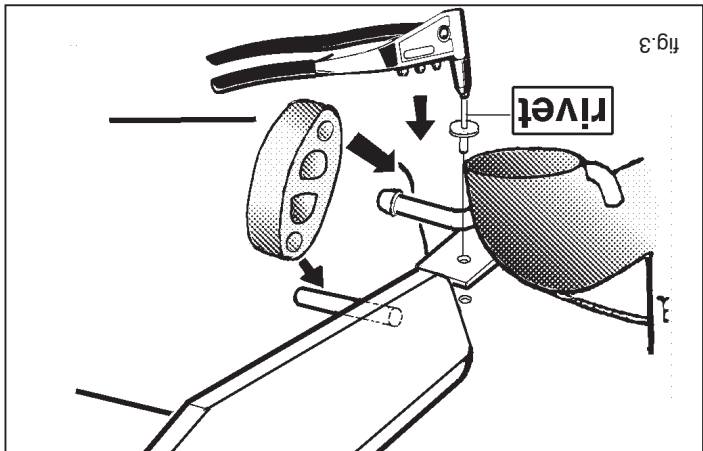

fig.3
2. Plaats de template in het midden aan de onderzijde van de bumper en zaag het aangegeven deel uit. Demonteer links de laatste uitlaatop-hangbeugel door twee bouten los te nemen en een popnagel  $\varnothing$  6 mm. uitlaatrubber van de losgenomen ophangbeugel en schuif deze over de stift welke aan de trekhaak is gelast. Demonteer rechts de beugel t.b.v. het sleepoog. Deze beugel en bijbehorende bouten worden niet her-plaast. Zet het hitteschild d.m.v. de bijgeleverde popnagel overeen-komstig fig. 3 vast. Boor hiertoe het bestaande gat in het hitteschild  $\varnothing$  5,5 mm. via de onderzijde van het chassis.
3. Plaats de trekhaak onder het voertuig en bevestig deze t.p.v. de punten A d.m.v. drie bouten M12x40 inclusief veerringen en t.p.v. de punten B d.m.v. drie bouten M12x40 inclusief sluit- en veerringen. Hang de uitlaat in het uitlaatrubber welke is bevestigd aan de trekhaak. Herplaats de bumper. Denk om de connector. Zet de bumper vast m.b.v. de meege-leverde popnagels en de losgenomen bouten. Het kogelhuis wordt d.m.v. twee bouten M10x90 (10.9) inclusief sluitringen en zelfborgende moeren M10 (10) aan de trekhaak gemonteerd. Draai alle bouten en
2. Position the template in the middle of the underside of the bumper, and saw out the indicated portion. Detach the last exhaust pipe suspension clamp on the left, by loosening two bolts and drilling a pop rivet of  $\varnothing$  6 mm. The removed clamp will no longer be needed. Take the exhaust rubber off the removed suspension clamp and slide it over the pin which is welded to the towbar. Remove the clamp to the right at the point of the towing eye. This clamp and its bolts will no longer be needed. Tighten the heat shield as shown in fig. 3 using the included pop rivet. Drill out the existing hole in the heat shield to a diameter of 5.5 mm from the underside of the chassis.
3. Position the towbar under the vehicle and attach it at points A using three M12x40 bolts including flat washers and spring washers. Suspend the exhaust pipe in the exhaust rubber that is attached to the tow bar. Reattach the bumper. Don't forget the connector. Tighten the bumper using the pop rivets included and the bolts removed. The ball housing is fitted to the towbar with two M10x90 (10.9) bolts with plain washers and M10 (10) self-locking nuts. Tighten all nuts and bolts to the torque indicated in the table. Replace those parts removed in step 1.
- Positionner le modèle au centre et sur le dessous du pare-chocs et scier la partie indiquée. Démonter à gauche le dernier étrier de suspension de l'échappement en dévissant deux boulons et en extrayant un faux rivet en perçant ø 6mm. L'étrier de suspension venant d'être enlevé n'est plus utilisé. Prendre le caoutchouc d'échappement de l'étrier de suspension qui a été enlevé et le glisser sur la broche soudée à l'attache-remorque. Démonter à droite l'étrier pour l'anneau de remorquage. Cet étrier et ses boulons ne sont plus utilisés. Fixer le bouclier thermique à l'aide du faux rivet fourni, conformément à la fig. 3. Percer à cet effet le trou déjà existant dans le bouclier thermique ø 5,5 mm, via le dessous du châssis.